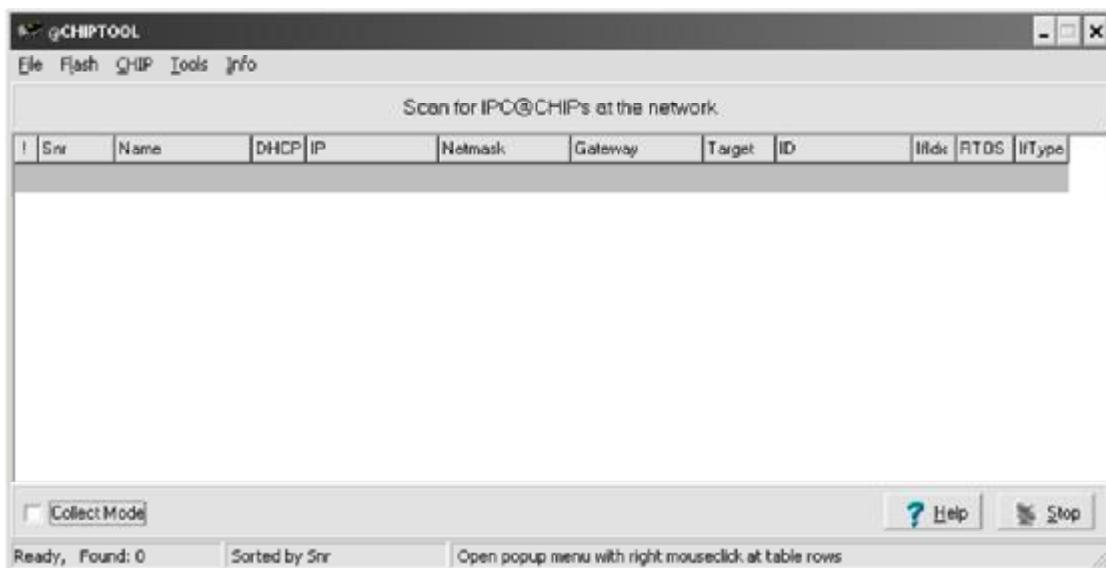

Рисунок 8. Основное окно программы @CHIPSTOOL
2.4.10 Из меню Пуск\Все программы\@CHIPTOOL запустить программу @CHIPTOOL. На экране монитора появится основное окно программы (рисунок 8).